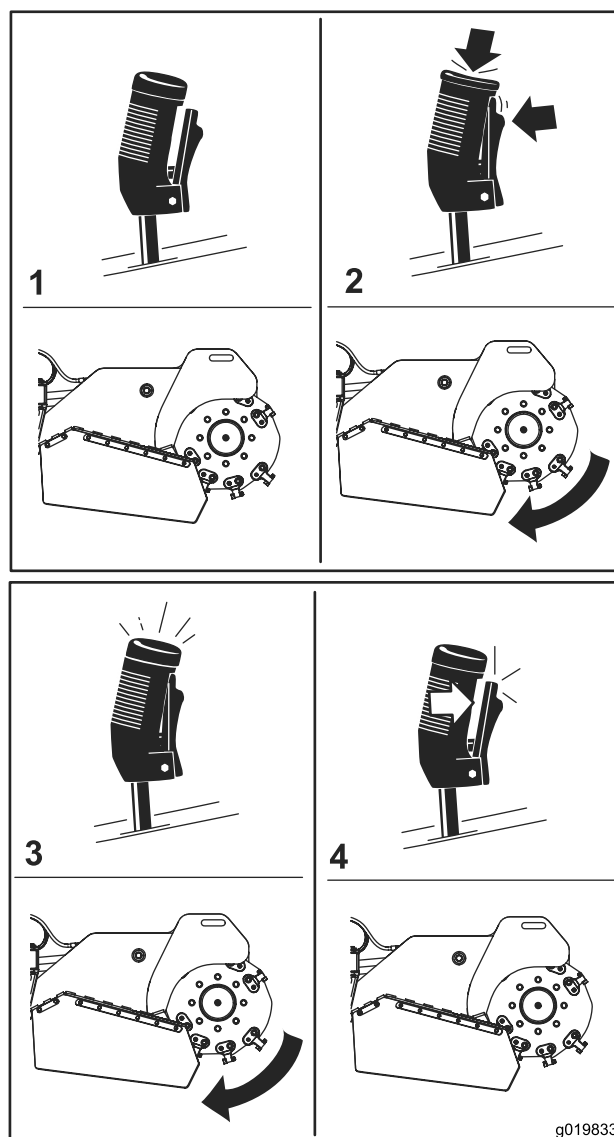

Figura 13
- Per avviare la trinciatrice (Figura 13), premete il pulsante rosso in alto sulla leva e premete il dispositivo di azionamento. Avviate la trinciatrice, rilasciate il pulsante rosso.
- Per arrestare la trinciatrice (Figura 13), rilasciate il dispositivo di azionamento per più di mezzo secondo.